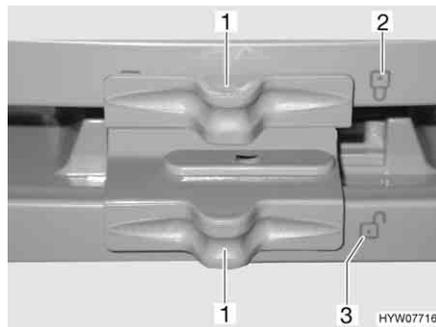

Fig. 229 Bloccaggio della porta del frigorifero/del vano congelatore (serie Dometic 7 con vano congelatore separato)
- Spingere il bloccaggio (Fig. 229,1) di lato in modo che la serratura aperta "☐" (Fig. 229,3) sia visibile.
- Spingere il bloccaggio (Fig. 229,1) di lato in modo che la serratura aperta "🔓" (Fig. 229,2) sia visibile.